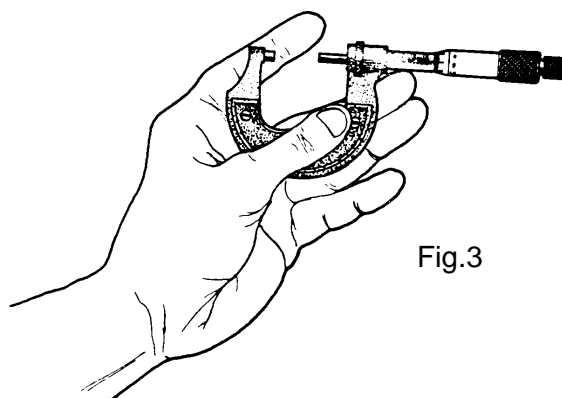

Fig.3
- b. Apoie o micrômetro na palma da mão esquerda, pressionado pelo dedo polegar (fig.3).